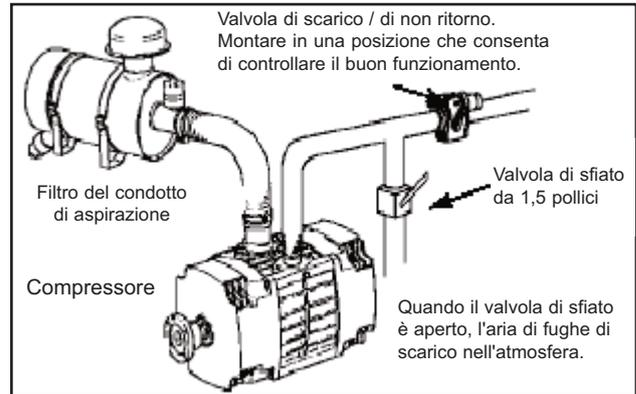

Figura 8- Installazione standard di un compressore
3. Il compressore DEVE avere una valvola di scarico di dimensione adeguata installata a circa 75 cm dopo la mandata del compressore ; vedi figura 8.